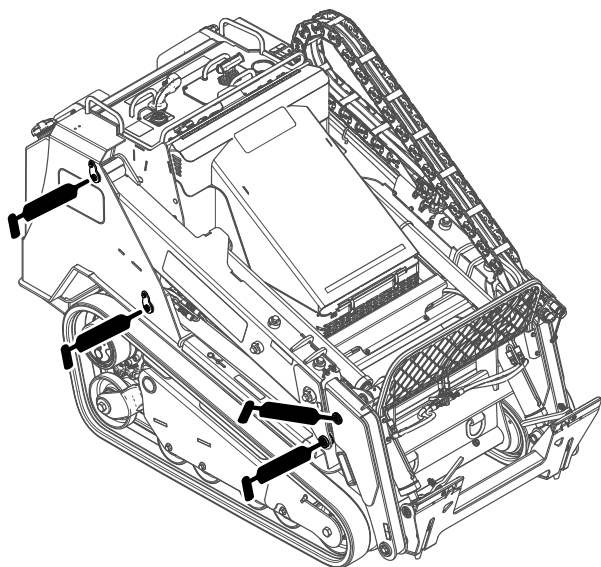
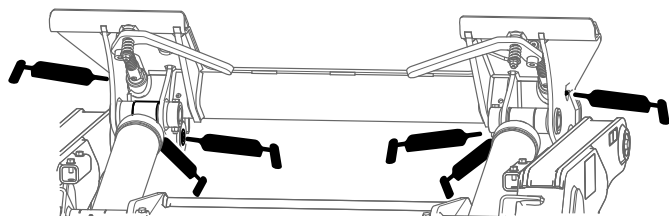
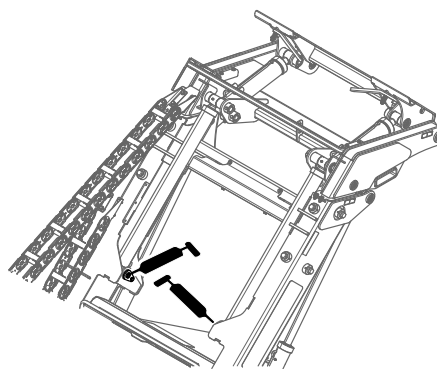

Рисунок 47
Рисунок 48
Рисунок 49
4. Присоедините к каждой масленке шприц для нагнетания консистентной смазки (Рисунок 47, Рисунок 48 и Рисунок 49).
Примечание: Прежде чем смазывать масленки, поднимите стрелы погрузчика, как показано на Рисунок 49.